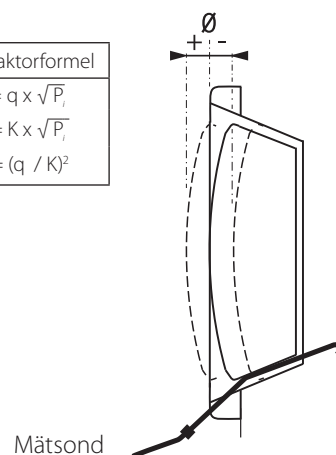

Bild 1. Injustering med mätsond.
- Beakta ventilkäglans läge. Käglan utgår ifrån ett 0-läge och kan ställas inom ett max (+) / min (-) intervall, se bild 1 samt K-faktortabell **T1**.